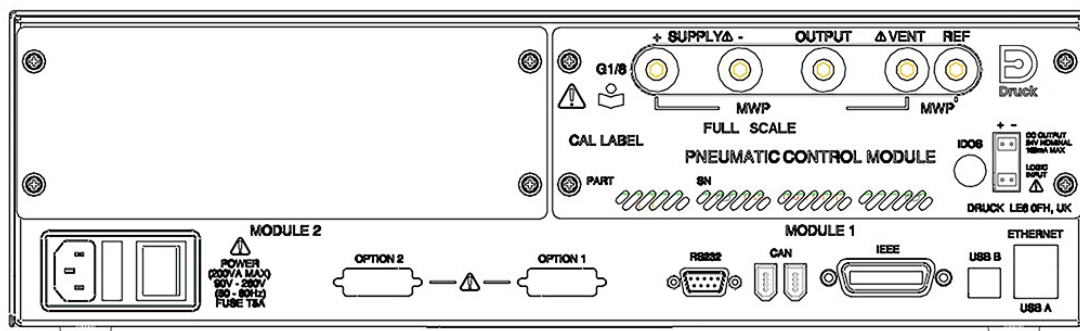

Рисунок 2-4: Модуль управления, вид сзади
- Модуль с самым высоким номинальным значением давления установлен в правой части. Он обозначен как Модуль 1, если смотреть сзади прибора. См. Рисунок 2-4.
- Если номинальные значения давления обоих модулей одинаковы, убедитесь в том, что модуль, серийный номер которого больше, установлен в правой части в позиции модуля 1, если смотреть со стороны задней части прибора. Он обозначен как Модуль 1, если смотреть сзади прибора. См. Рисунок 2-4.